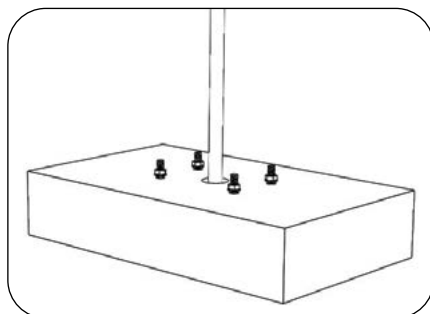

Figura 20
2. Installare 4 bulloni di fissaggio M10x120 (Figura 20) nei buchi effettuati e fissarli per assicurarsi che rimanga un'altezza di 15 ~ 25mm.